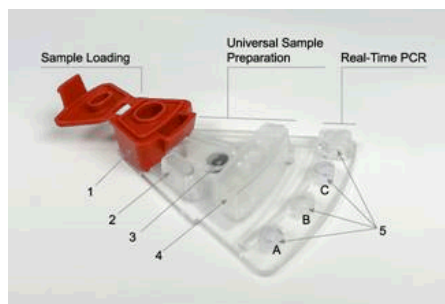

Figure 1. Vue du dessus d'une cartouche PIE
Le Revogene automatise l'homogénéisation du PrC, la dilution, la lyse, l'amplification de l'ADN et la détection du produit amplifié par PCR. L'intervention de l'utilisateur n'est requise que pour transférer le tampon pour échantillon du tube de tampon pour échantillon (TTE) à la cartouche PIE et insérer celle-ci dans le carrousel du Revogene. Chaque PIE du Revogene Check est un dispositif entièrement intégré et fermé dans lequel un tampon pour échantillon est placé et traité via différentes chambres microfluidiques et différents canaux qui permettent le traitement du PrC (c'est-à-dire l'homogénéisation, la dilution et la lyse) et les étapes de PCR en temps réel qui s'ensuivent (**Figure 1**). Le tampon pour échantillon est transféré par centrifugation d'une chambre à la suivante en suivant une séquence déterminée.
6. Décharger complètement le volume de TE dans la chambre de chargement d'échantillon de la cartouche PIE (Figure 1). Veiller à ne pas toucher les bords extérieurs ou le fond de la chambre de chargement d'échantillon avec la PTJ.